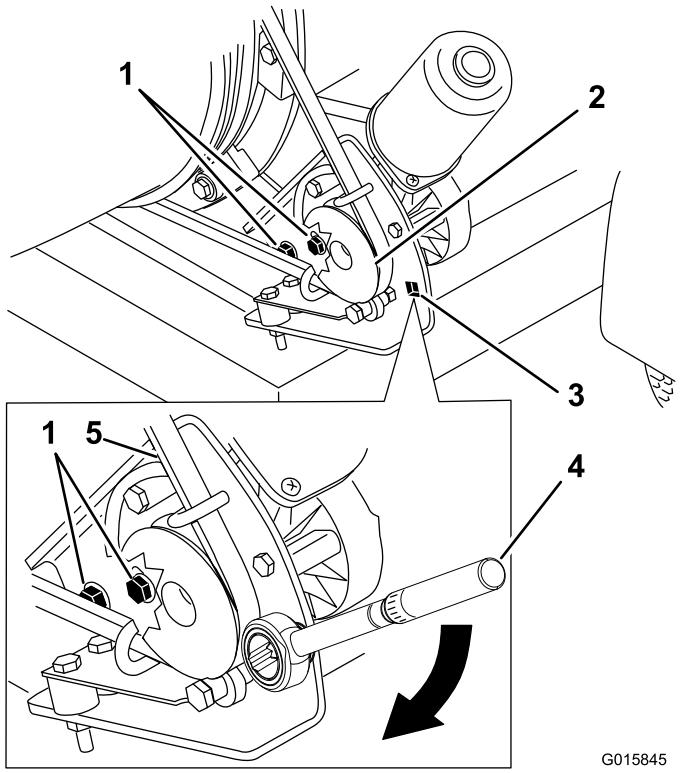

Figura 47
2. Afloje los 2 tornillos de caperuza con arandela prensada y las 2 contratuerzas con arandela prensada que fijan el soporte de montaje del motor a la sujeción de la carcasa del bastidor de la máquina (Figura 47).
3. Inserte el accionamiento de una llave dinamométrica en el soporte de montaje de la polea tal y como se muestra en la Figura 47.
4. Gire el soporte de montaje del motor alejándolo de la tobera del soplador (Figura 47) hasta que la llave dinamométrica dé una lectura de entre 22,6 y 26,0 N·m.